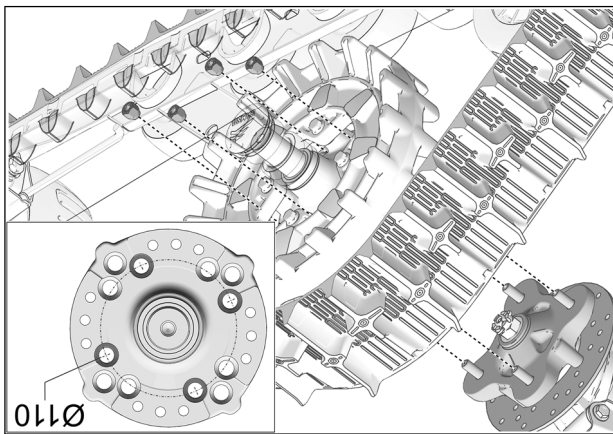

Fig. 10
9. Fixer le système de traction au moyen de roue arrière. Utiliser le cercle de perçage de  $\varnothing 110$  mm et les écrous de roue d'origine. Voir la Fig. 10